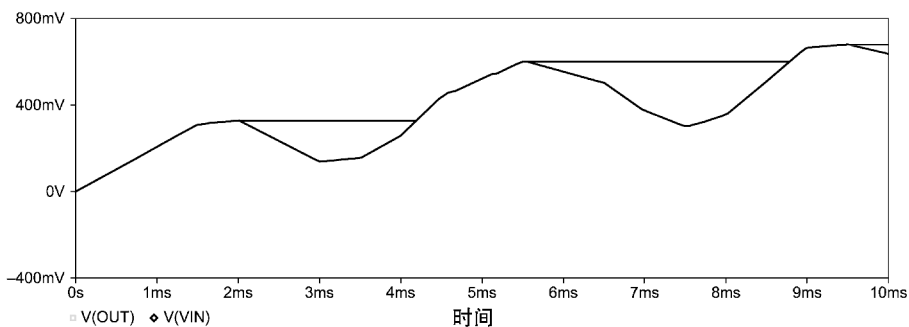

图 7.20 峰值检测电路输入输出电压随时间变化波形
12. 将电压探针放置于 in、out 输入和输出节点，然后对电路运行瞬态仿真分析。如图 7.20 所示为输入电压  $V_{in}$  随时间变化时峰值检测电路的输出响应。